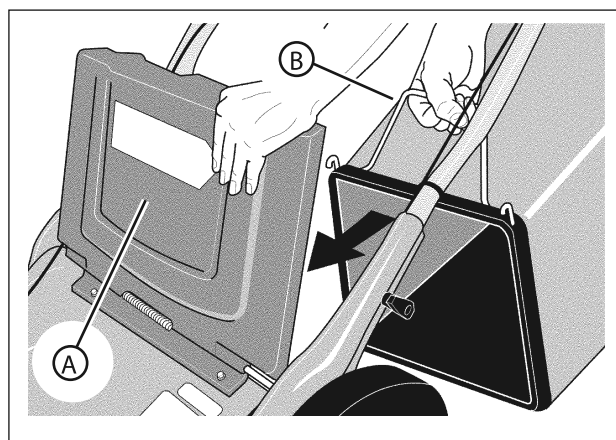

Рис. 14. Установка травосборника
1. Поднимите заднюю разгрузочную дверцу (А, рис. 14).